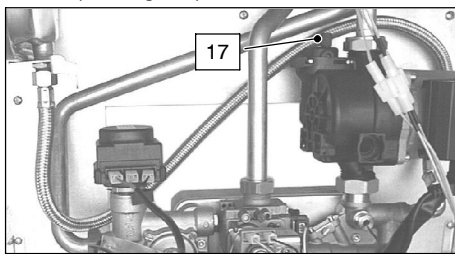

fig. 6.3
- 7 Allentare il tappo della valvola di sfiato automatico (17 in fig. 6.3).